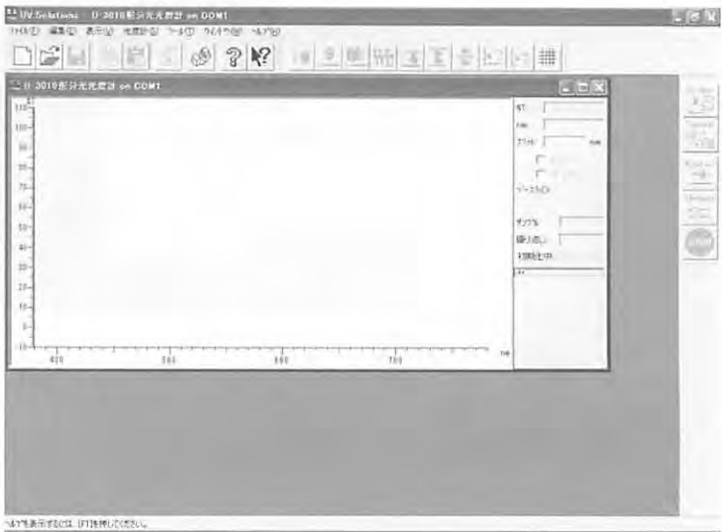

図1-11
- (5) 図1-11のようにイニシャライズのゲージが示され、進行状態を確認することができます。
注 : 光度計が通信COMポートに接続されていない場合や接続されていても電源が入っていない場合、測定画面（ウィンドウに“U-4100形分光光度計 on COM1”が表示される）は表示されません。測定に関する以外の機能は使うことができます。測定を行う場合は、まずケーブルの接続を確認し、分光光度計の電源を入れます。そして、ツール (T) メニューから光度計 (I) コマンドを選択します。光度計を選択し接続すると、図1-11のような画面が表示されます。